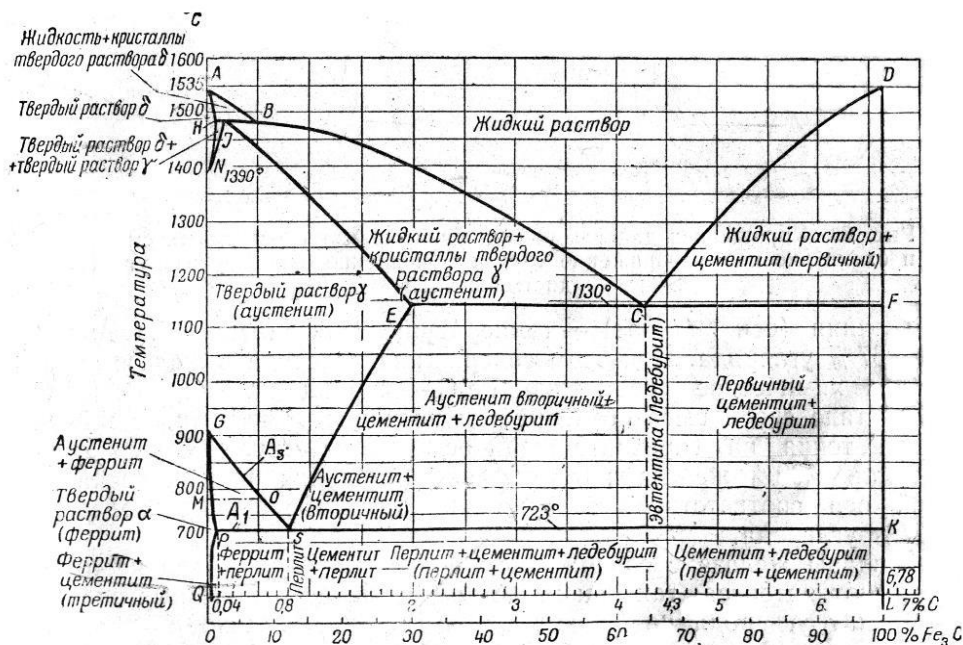

Рис. 1. Диаграмма сплавов железо-углерод
15. По диаграмме железо – углерод (рис. 1) найти температуру отжига стали марки 35, 50, У10, У13
18. По диаграмме железо – углерод (рис. 1) найти температуру нормализации стали марки 45, 55, У10, У13
22. По диаграмме железо – углерод (рис. 1) найти температуру закалки стали марки 70Г, 60, У10А, У12